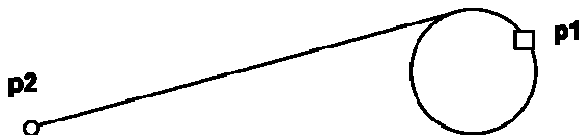

Рис. 1.11. - Построение отрезка, касательного к окружности
3) **Касательный отрезок через внешнюю точку:** а) указать графическим курсором кривую (точка **p1**), к которой должна быть проведена касательная прямая; б) указать графическим курсором точку **p2**, через которую проходит касательная прямая (рис. 1.11).